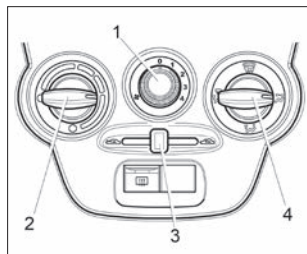

Рис. 37. Блок управления системой вентиляции и отопления
Отопительно-вентиляционная установка автомобиля предназначена для создания в салоне комфортной температуры воздуха, значение которой регулируется блоком управления системой вентиляции и отопления (рис. 37). Однако она не может обеспечить в салоне температуру ниже, чем имеет наружный воздух.
- **рукоятку 4** (см. рис. 37) установить в зависимости от желаемого направления потока;
- **рукоятку 3** (см. рис. 37) перевести в крайнее левое положение ;
- **рукоятку 4** (см. рис. 37) установить в положение ;
- **рукоятку 2** (см. рис. 37) установить в положение подачи максимально теплого воздуха (красная точка) в холодное время года (максимально холодного воздуха в теплое время года, кроме того, рекомендуется включать кондиционер при наличии);
- **рукоятку 1** (см. рис. 37) поставить на скорость в зависимости от степени запотевания стекол.
**При мойке автомобиля нельзя включать вентилятор климатической системы, что соответствует положению «0» рукоятки 1 (см. рис. 37).**
- **рукоятку 2** (см. рис. 37) установить в положение подачи максимально теплого воздуха;
- **рукоятку 1** (см. рис. 37) поставить на максимальную скорость подачи воздуха в салон.
- **рукоятку 4** (см. рис. 37) установите в желаемое положение направления потоков воздуха;
После мойки автомобиля в холодное время года при температуре окружающего воздуха ниже 0 °С рекомендуется включать вентилятор системы вентиляции и отопления салона переключателем 1 (см. рис. 37 и 39) на 3–4 скорость на время около 2–3 минут.